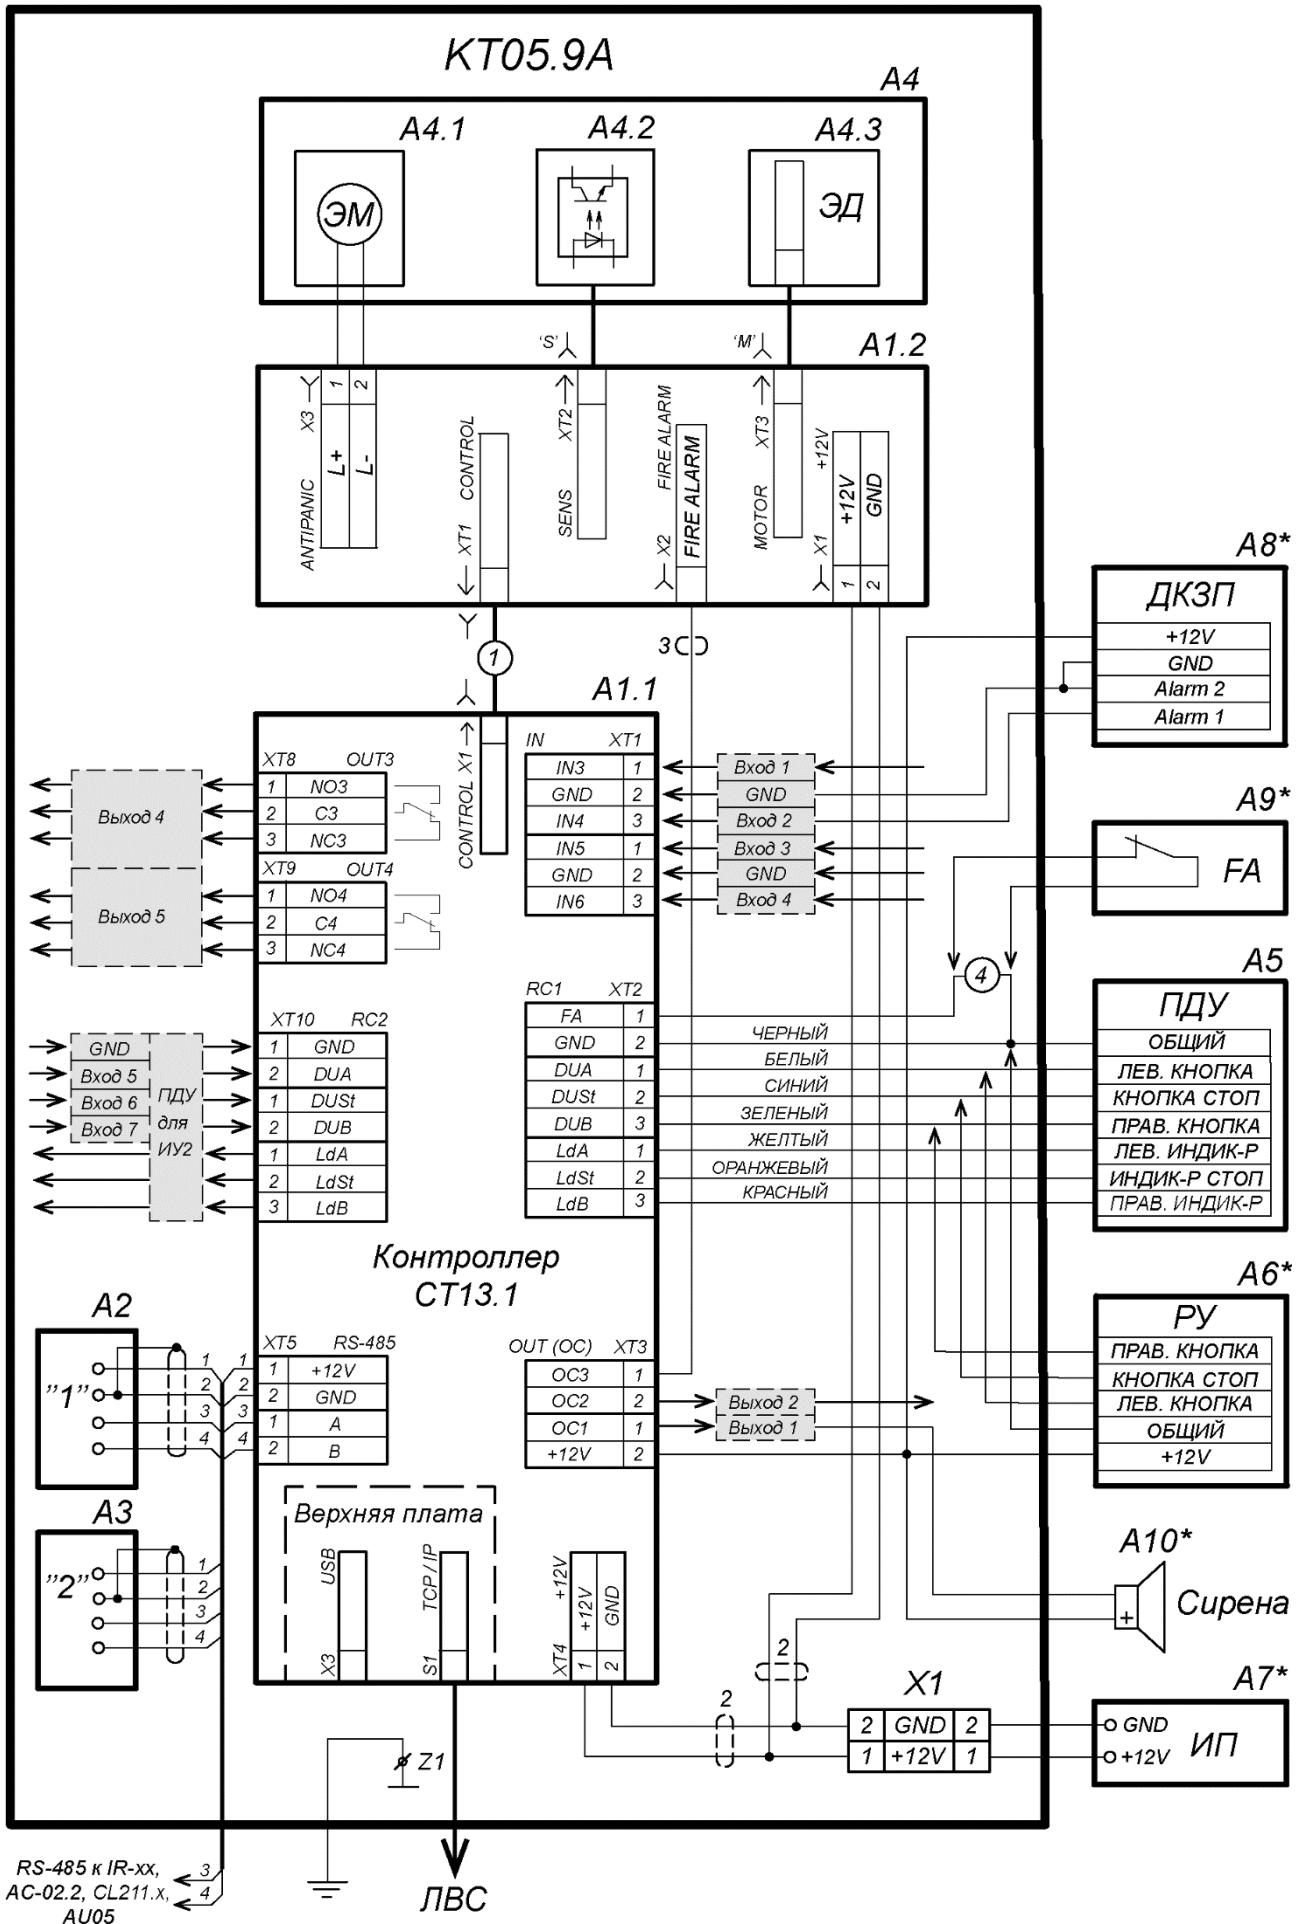

Рисунок 13. Схема подключения ЭП и дополнительного оборудования
Расположение клеммных колодок на нижней плате контроллера ЭП показано на рис. 6, назначение контактов клеммных колодок указано в табл. 1. Схема подключения приведена на рис. 13. Используемые при подключении типы кабелей указаны в табл. 4. При монтаже ЭП придерживайтесь следующей последовательности действий:
1 – кабель питания; 2 – кабель от ПДУ / устройства РУ; 3 – кабель *Ethernet*; 4 – кабель управления; 5 – кабели подключения считывателей; 6 – плата контроллера; 7 – плата коммутации; 8 – контакт заземления, 9 – кабель заземления; позиционные обозначения А1-А3 и Z1 – указаны на рис. 13
11. Подключите кабель питания (15) к выносной клеммной колодке **X1** на кронштейне платы контроллера ЭП согласно схеме, приведенной на рис. 13.
12. Подключите кабель (13) ПДУ (12) к клеммной колодке **XT2** на плате контроллера ЭП согласно схеме, приведенной на рис. 13.
13. Подключите при необходимости кабели от других устройств к соответствующим клеммным колодкам платы контроллера ЭП согласно схеме, приведенной на рис. 13.